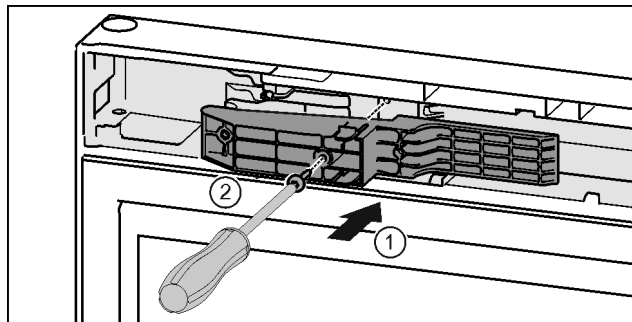

Fig. 48 *
- ▶ Helyezze be az illesztődarabot a nyílásba a fogantyú felőli oldalon. Fig. 48 (1)*
- ▶ Húzza meg a csavarokat a T15 csavarhúzóval. Fig. 48 (2)*